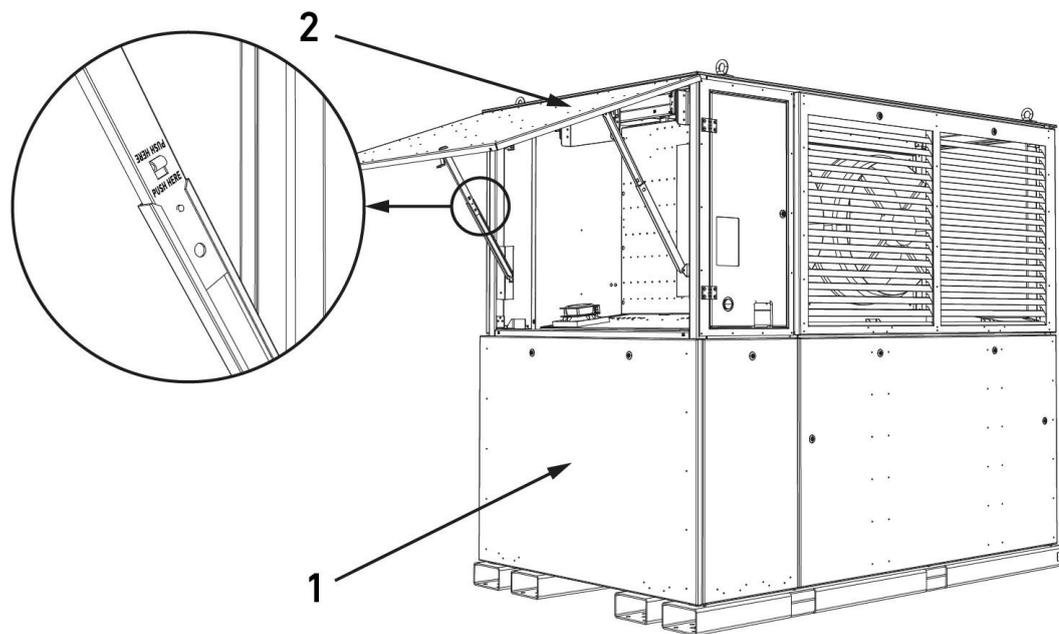

Abbildung 6: Installationsraum Kälte- und Elektrotechnik
1. Heben Sie die Klappe leicht an und drücken Sie den Entriegelungsknopf (siehe Abbildung 6) auf der einen Seite.